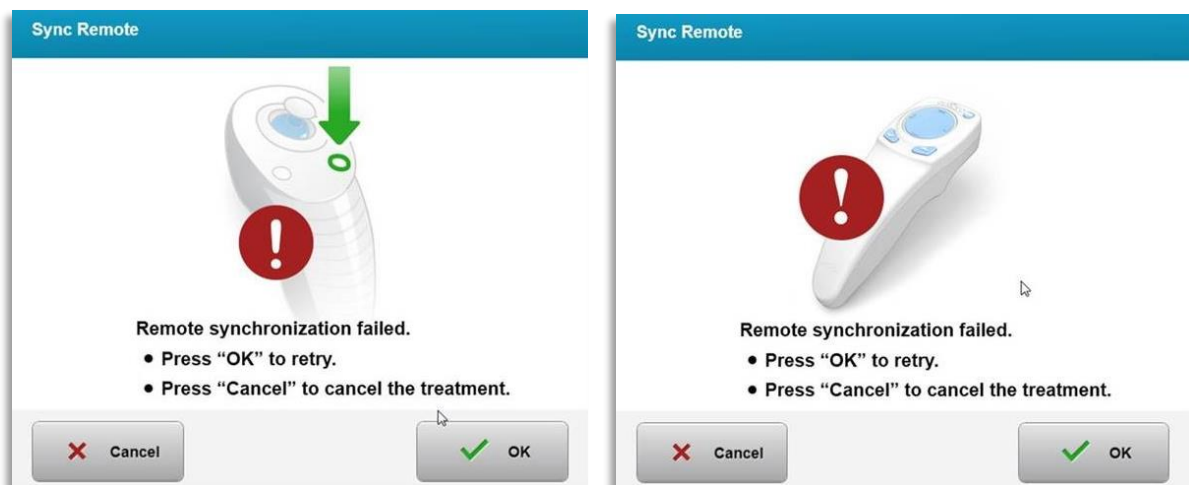

Figura 3-18. Proces de sincronizare expirat
- o Dacă butonul de sincronizare nu este apăsat în interval de 15 secunde, pe ecran se va afișa un mesaj cu textul „Sincronizare telecomandă pentru aliniere” (Sync Alignment Remote), așa cum se arată în Figura 3-18.